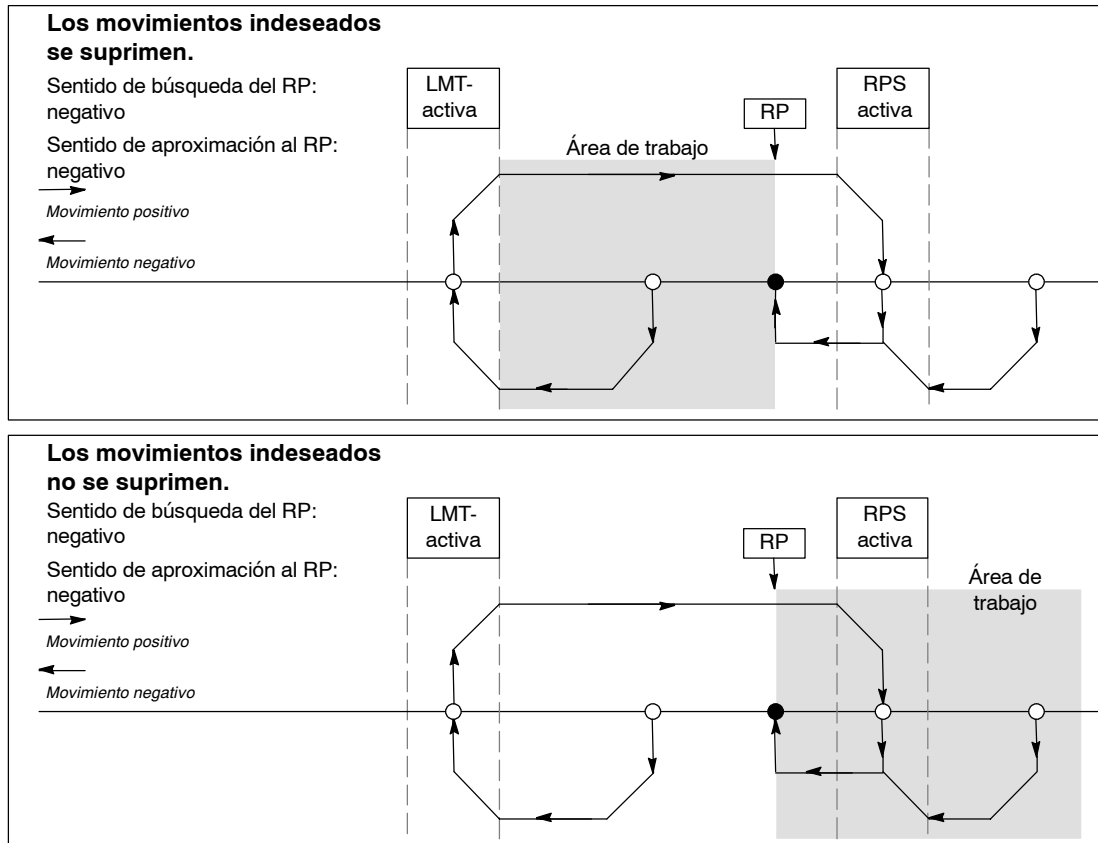

Figura 9-25 Ubicación del área de trabajo con y sin supresión de movimientos indeseados
El lado superior de la figura 9-25 muestra el área de trabajo en relación con el punto de referencia (RP), el área activa RPS y los interruptores de fin de carrera (LMT+ y LMT-) en un sentido de aproximación que suprime los movimientos indeseados. En el lado inferior de la figura no se eliminan los movimientos indeseados, debido a la ubicación del área de trabajo. La figura 9-25 muestra el modo 3 de búsqueda del RP. El área de trabajo se puede emplazar de forma similar en las demás secuencias de los otros modos de búsqueda del RP, aunque ello no es recomendable.